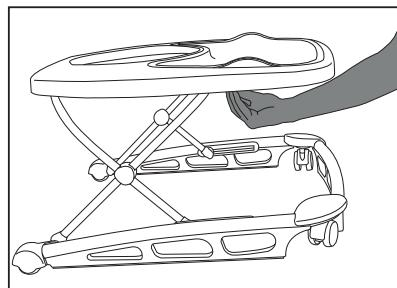

Figura 3.2
- Para plegar el andador o ajustar su altura, localice el botón rectangular debajo del extremo delantero del andador. **Ver Figura 3.2.**